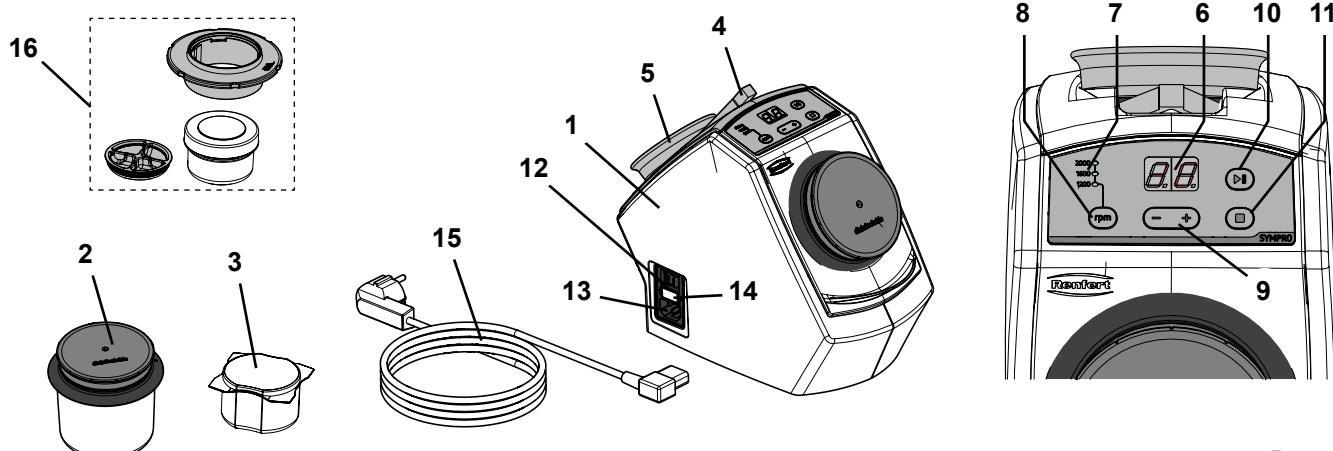

Рис. 1
- ⇒ Разместите приложенный пинцет и удерживающий магнит в специальных выемках на тыльной стороне аппарата (Рис. 1).
- ⇒ Выберите сетевой кабель (15, Рис. 1) со штепсельной вилкой, соответствующей Вашей стране.
- ⇒ Вставьте сетевой кабель (13, Рис. 1) в гнездо подключения к сети.
- ⇒ Включите аппарат при помощи сетевого выключателя (12, Рис. 1).
- ⇒ Поместите в стакан для очистки (2, Рис. 1) 75 г игл для очистки (соответствует одной единице упаковки).
- ⇒ Поместите в мини-стакан SYMPRO (16, Рис. 1) ~ 5 г игл для чистки.